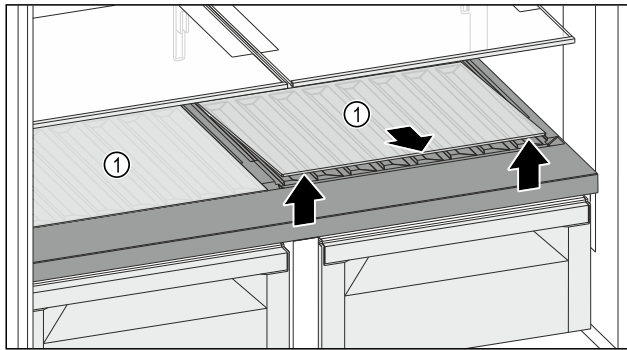

Fig. 122
- Sollevare un ripiano di vetro o entrambi i ripiani di vetro Fig. 122 (1) dall'incavo anteriore e rimuoverlo/i.
- Conservare i ripiani di vetro Fig. 122 (1) (uno o più) fuori dall'apparecchio in un luogo sicuro.